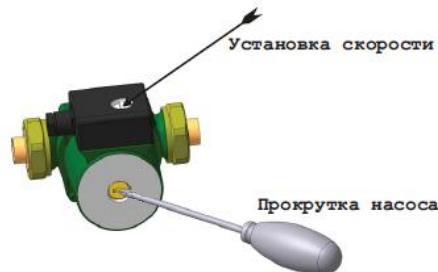

Рис. 24
8.4 В начале отопительного сезона перед запуском прибора необходимо проверить, не заблокирован ли вал циркуляционного насоса отложениями или накипью. Для этого снимите лицевую панель (2) рис.1, предварительно отсоединив блок управления (3), в соответствие с п. 4.3, затем отвинтите защитный колпачок и поверните вал двигателя с помощью отвертки по стрелке (рис.24). Установите защитный колпачок на место. Первый пуск насоса проведите на максимальной скорости. Работа может быть выполнена без привлечения специалиста сервисного центра.